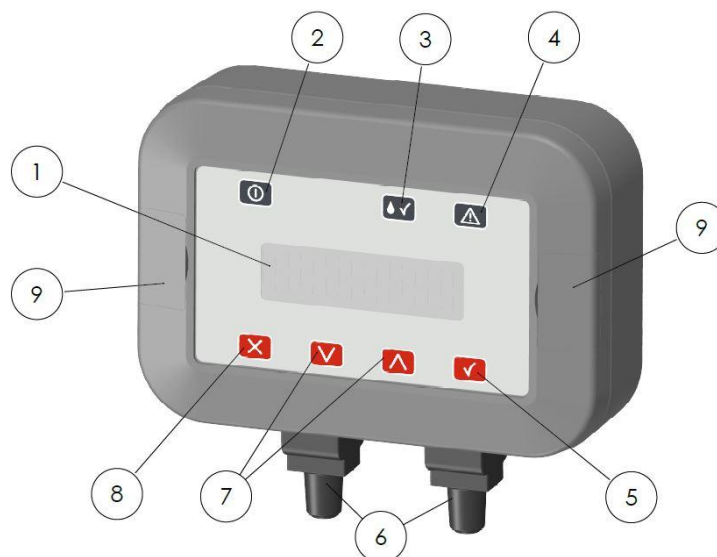

Abbildung 1 Komponenten
- ▶ Bohrlochabdeckungen (**Abbildung 1**) an der Vorderseite des MPX-Programmwahlschalters öffnen und Gerät mit den beigefügten Schrauben an der Wand befestigen.